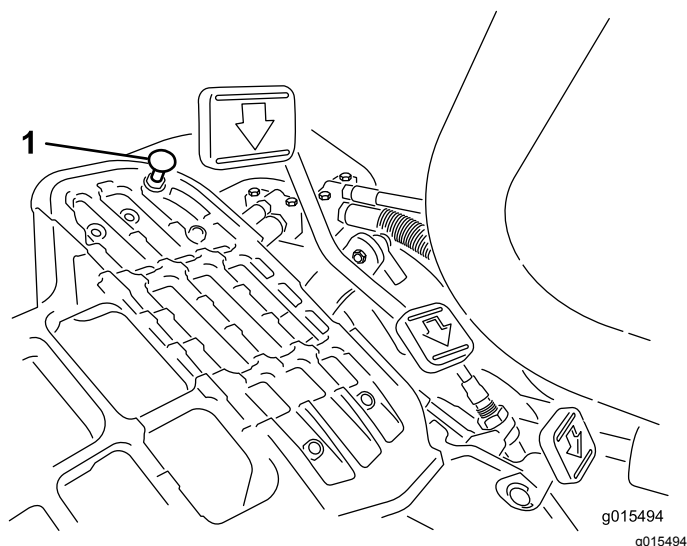

Figure 35
Pour obtenir la vitesse de transport maximale, placez le sélecteur de fonction en position de TRANSPORT et appuyez sur la pédale de déplacement. Si la pédale touche la butée (Figure 35) avant que la tension soit ressentie sur le câble, procédez comme suit :
1. Placez le sélecteur de fonction à la position de TRANSPORT et desserrez le contre-écrou de fixation de la butée de pédale au plancher (Figure 35).